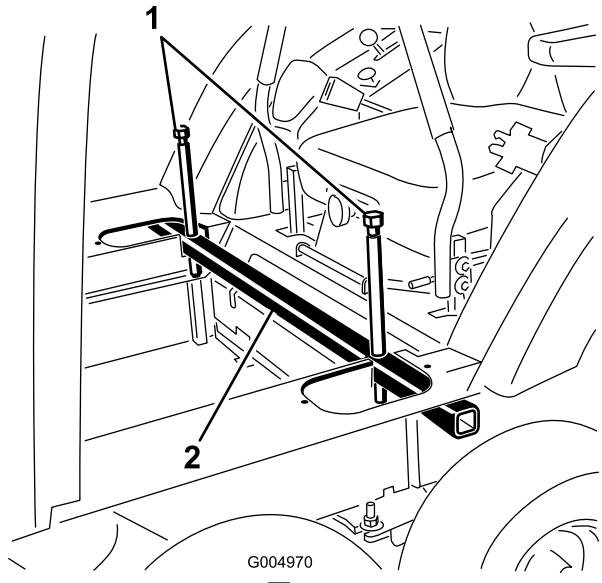

図 113
36. 左右のジャッキチューブについているジャッキボルトを、交互に少しづつゆるめて、ゆっくりとキャブを搭載位置に降ろす 図 113。